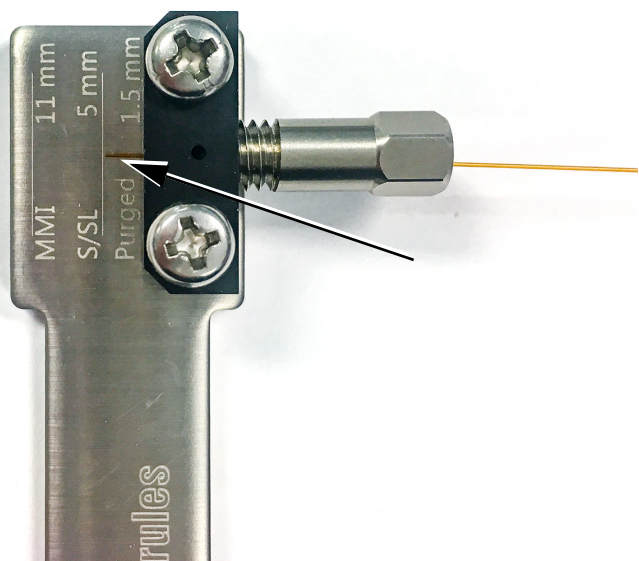

Figura 15. Alinear columna (se muestra split/splitless)
- 5 Ajuste la posición de la columna en la herramienta hasta que el extremo de la columna se alinee con la dimensión correcta para el inyector. Consulte la sección **Figura 15**.